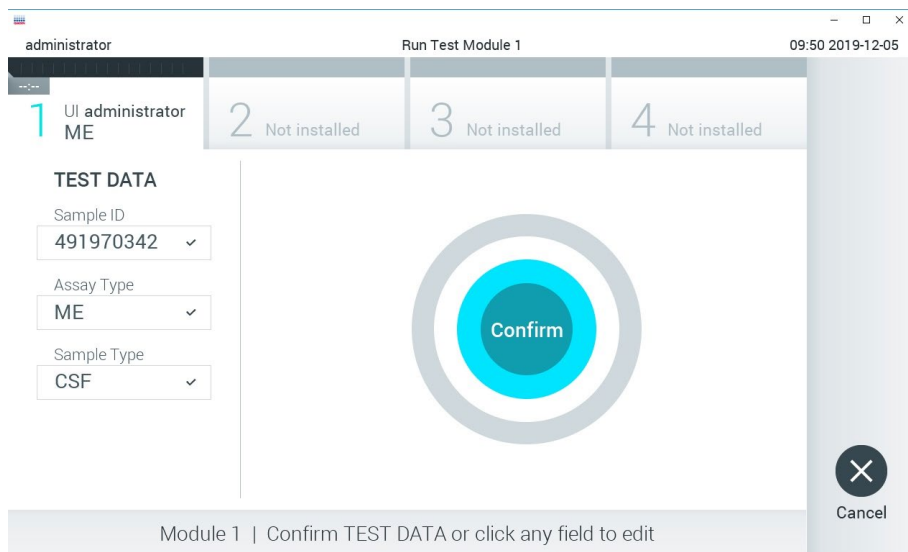

Figura 13. Confirmando a entrada de dados.
5. Pressione Confirm (Confirmar) quando todos os dados exibidos estiverem corretos. Se necessário, selecione o campo apropriado para editar os respectivos conteúdos ou pressione Cancel (Cancelar) para cancelar o teste (Figura 13).